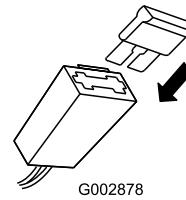

Figura 39
2. Sostituite il fusibile nel portafusibili (Figura 39).